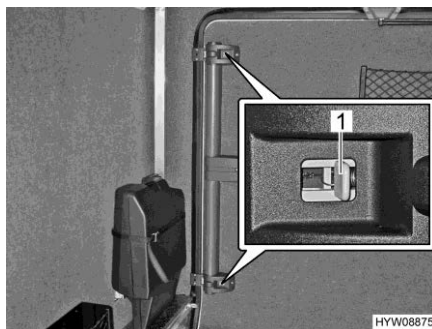

Fig. 52 Porta del garage (sbloccaggio di emergenza dall'interno)
- Spingere i cursori grigi (Fig. 52,1) presenti sulla chiusura superiore e inferiore verso il centro della porta.